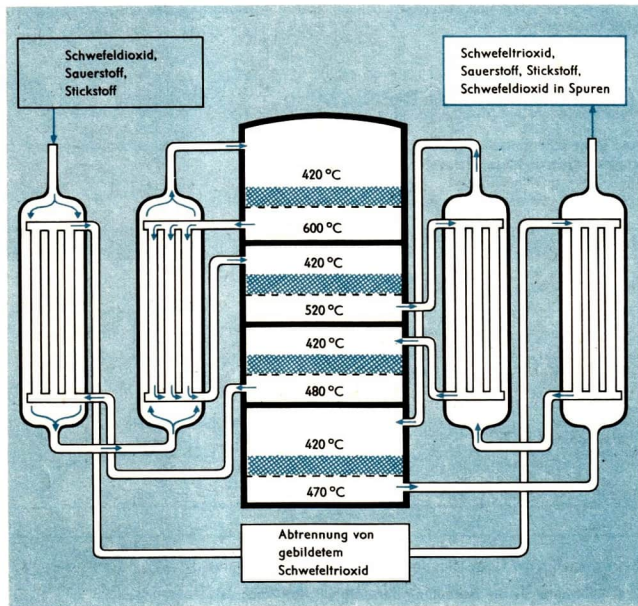

Abb. 32 Schematische Darstellung eines Kontaktapparats mit Wärmeaustauschern
wird Wärme abgegeben; es kommt zu einem Temperaturanstieg. Da aber Temperaturerhöhung die Bildung von Schwefeldioxid begünstigt, ist eine Kühlung erforderlich. Die Kühlung erfolgt durch **Wärmeaustausch im Gegenstrom**. Das heiße Gas, das den Kontakt passiert hat, wird in einen Wärmeaustauscher (Abb. 32, Apparat links neben dem Kontaktapparat) geleitet. Dort strömt es in Röhren von oben nach unten, während das Gas des Ausgangsgemisches im Innern des Wärmeaustauschers an den Röhren vorbei von unten nach oben geführt wird. Durch diesen Gegenstrom kühlt sich das heiße Gas ab,
mittel wird das vorzuwärmende Gasgemisch eingesetzt. Danach gelangt es erneut in den Kontaktapparat in einen jeweils darunterliegenden Teil und wird am Kontakt zur chemischen Reaktion gebracht. Nach dreistufiger Umsetzung auf den drei oberen Horden (Abb. 32, S. 61) wird das gebildete Schwefeltrioxid aus dem Gasgemisch abgetrennt. Das verbleibende Restgas wird in den Kontaktapparat zurückgeführt und auf der untersten Horde am Kontakt zur Umsetzung gebracht. Das Gas, das den Kontaktapparat verläßt, besteht vor allem aus Schwefeltrioxid sowie aus nicht umgesetztem Sauerstoff und Stickstoff. ① ②
- ① Begründen Sie, weshalb eine Temperaturerhöhung die Bildung von Schwefeltrioxid bei der katalytischen Oxydation von Schwefeldioxid ungünstig beeinflusst!
- ② Erläutern Sie die Arbeitsweise des Kontaktapparats und den Wärmeaustausch bei der Herstellung von Schwefeltrioxid (↗ Abb. 32, S. 61)!
- ③ Was versteht man unter kontinuierlicher Arbeitsweise?
- ④ Warum ist es notwendig, die Emission von Schwefeldioxid aus Industrieanlagen einzuschränken?
- ⑤ Berechnen Sie das Volumen an Schwefeldioxid in Kubikmetern, das zur Herstellung von 2000 t Schwefeltrioxid erforderlich ist!